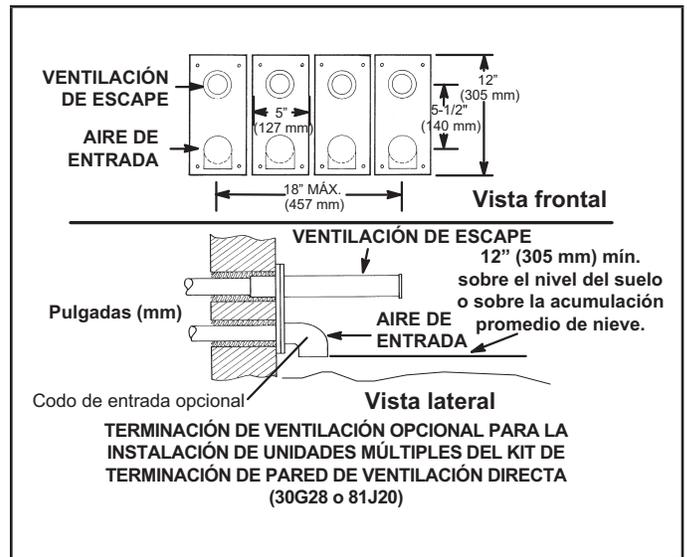

FIGURA 42
- 8 - Una instalación de calefactores múltiples puede utilizar un grupo de hasta cuatro terminaciones ensambladas juntas horizontalmente, como se muestra en la FIGURA 42.